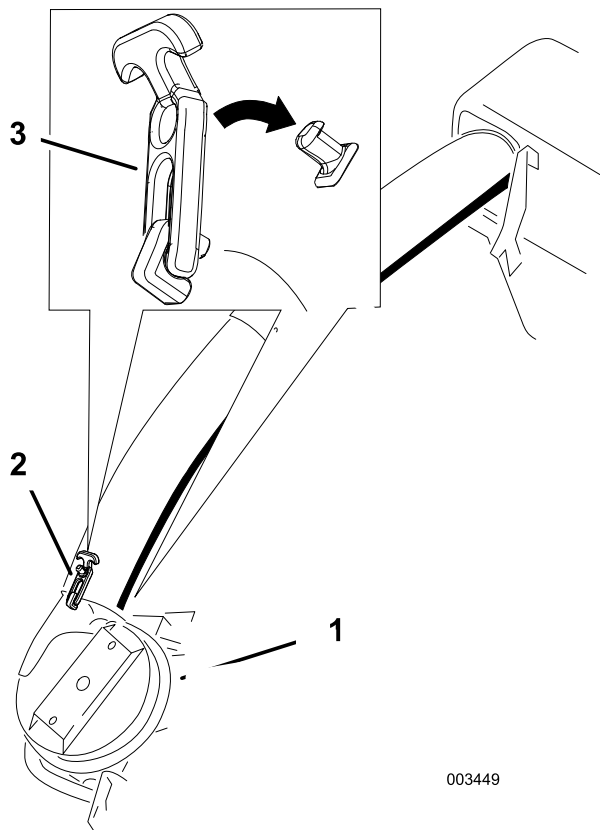

Figura 43
6. Deslice el tubo inferior sobre la carcasa del soplador y sujete ambas piezas con los cierres (Figura 43).